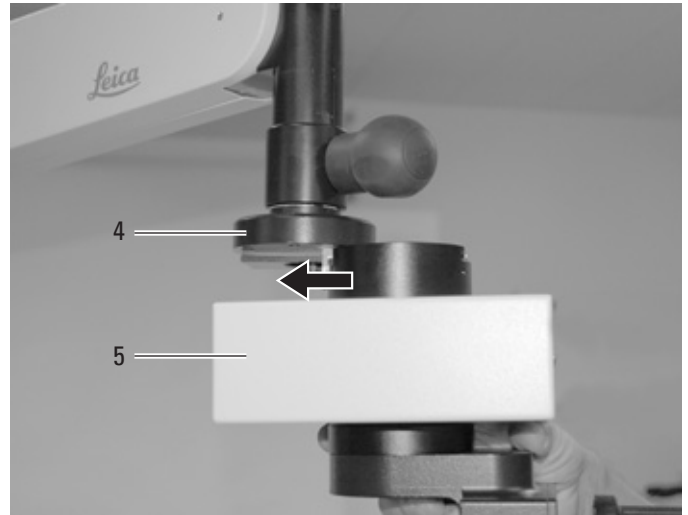

Bild 3
⇒ XY-Kupplung (5) mit Neigetrieb in die Schwalbenschwanzführung des Drehgelenks (4) einführen (Bild 3).